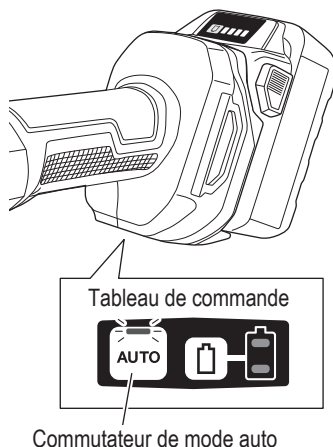

Fig. 15
12. À propos de la fonction de changement de mode (Fig. 15)